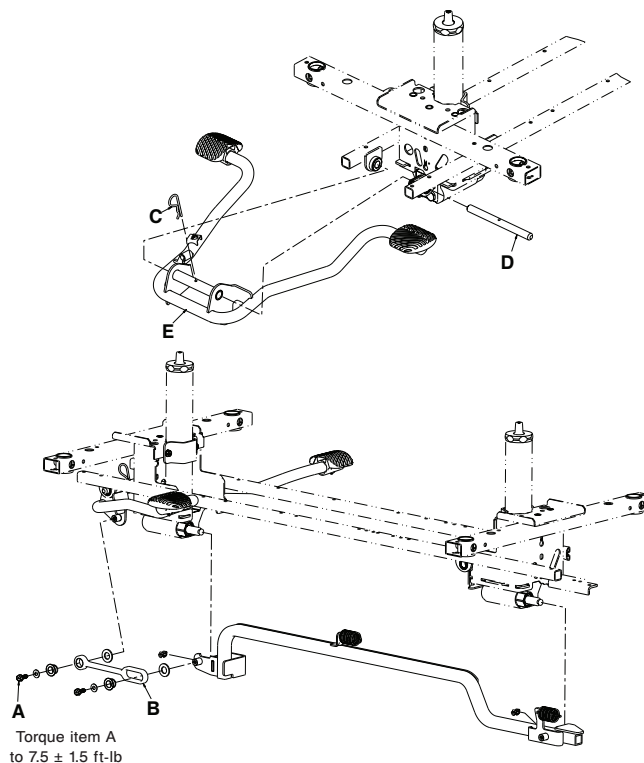

Figure 15 – Remplacer le côté de la pédale de la pompe
4. À l'aide d'une douille de 1/2 po avec une extension de clé de 3/8 po et une clé à cliquet de 3/8 po, retirer la vis à tête hexagonale à embase (A) qui fixe le maillon de la pédale de la pompe (B) à la pédale de la pompe (Figure 15).